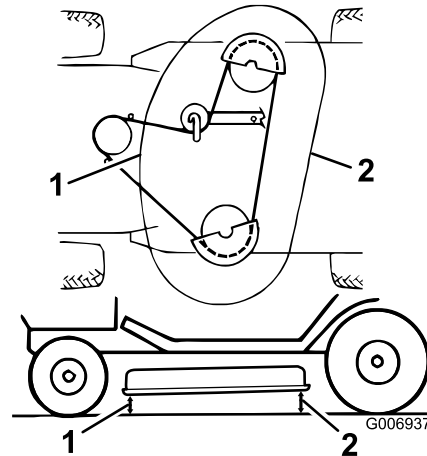

Bild 50
9. Messen Sie zur Kontrolle der Schnittmesserneigung in Längsrichtung den Abstand zwischen der Mähwerkunterseite (Mitte vorne und Mitte hinten) und der ebenen Oberfläche (Bild 50). Wenn die Vorderseite nicht 3 bis 10 mm tiefer liegt als die Hinterseite, ist eine Einstellung erforderlich.